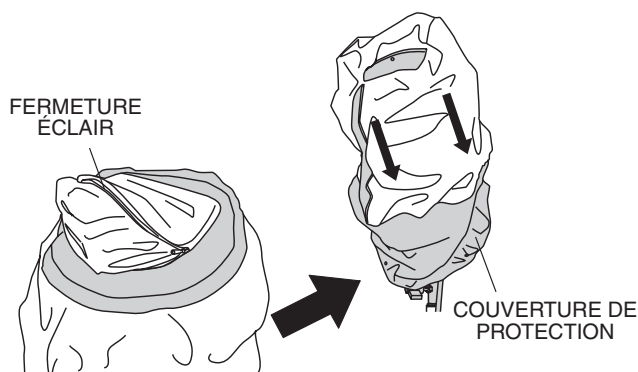

Figure 21. Dézipper la couverture de protection
2. Dézipper la fermeture éclair de la couverture de protection (figure 21), et recouvrir l'ensemble ballon/lampe.